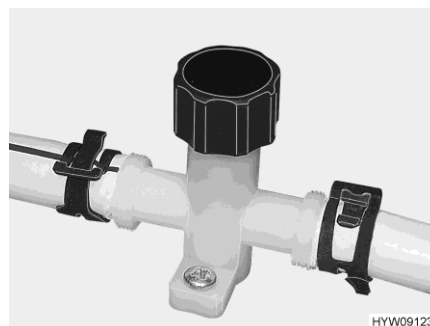

Fig. 156 Robinet de vidange (conduite d'eau)
- Fermer les robinets de vidange. Tourner pour cela le capuchon du robinet de vidange (Fig. 156) dans le sens des aiguilles d'une montre.